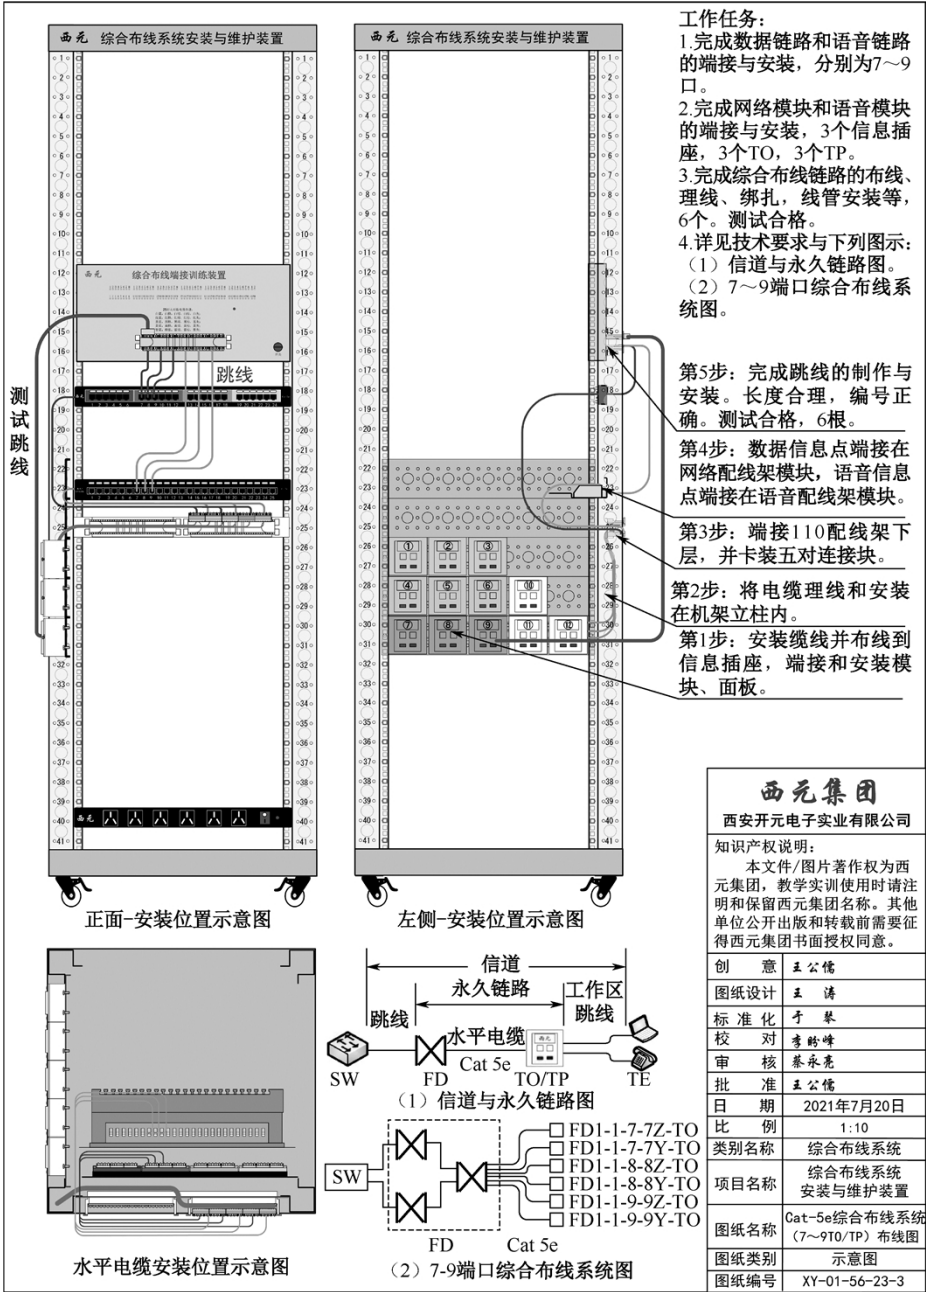

图 8-24 Cat-5e 综合布线系统布线图（左侧⑦⑧⑨号信息插座）
独立完成 6 个电缆永久链路的搭建，要求按照图 8-24（图纸编号 XY-01-56-23-3）所示的信息插座、端口和路由规定，把来自左侧⑦⑧⑨号信息插座的电缆分别端接在网络配线架的 7~9 口，语音配线架的 7~9 口，并使用 RJ-45-鸭嘴跳线进行永久链路电气通断测试，评判合格。请扫描二维码查看彩色高清图片。